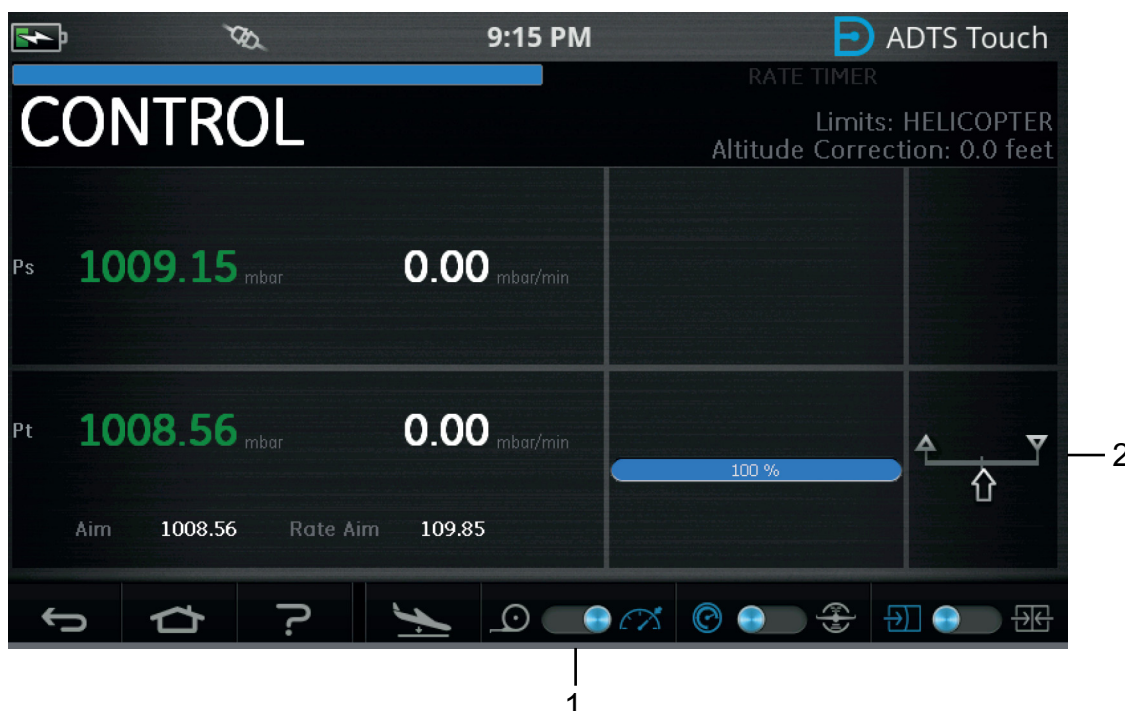

Рисунок 3-56: Режим управления только для Pt
Рисунок 3-56 показывает, что канал Ps находится в режиме измерения, а канал Pt — в режиме управления, как показано индикатором (2).